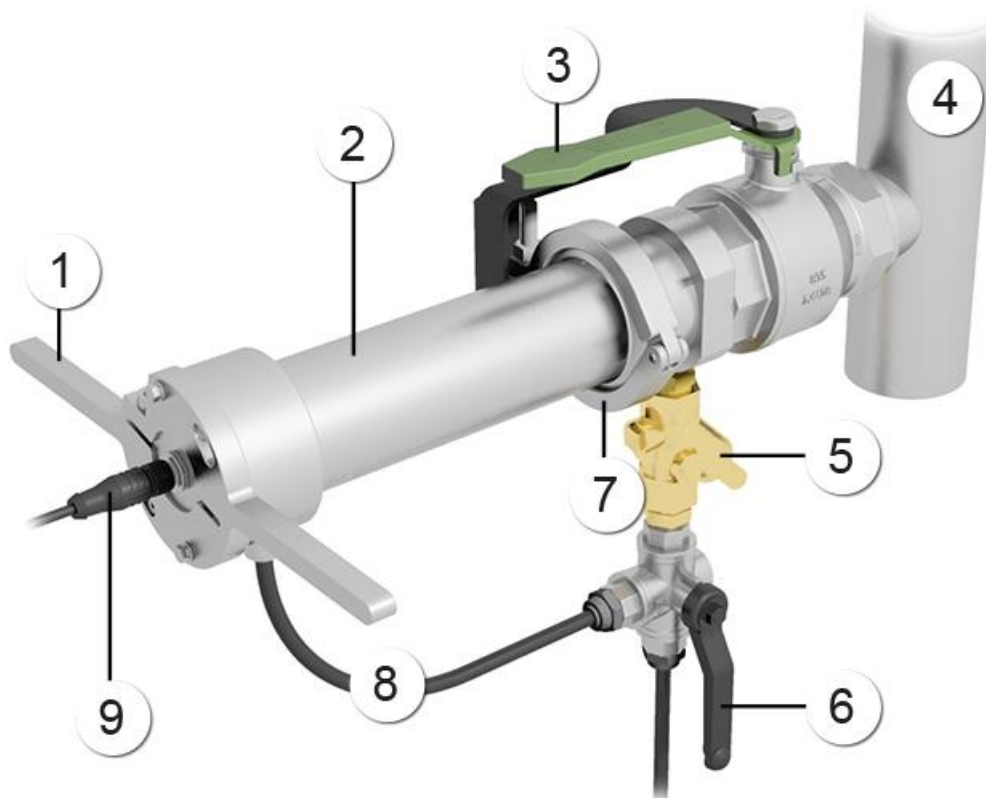

Figure 34: vue d'ensemble d'un point de mesure avec armature échangeable
1.	S'assurer que la poignée du robinet est dirigée vers le bas. (Figure 34, pos. 6).
3.	Tourner la poignée (Figure 34, pos. 1) dans le sens contraire aux aiguilles d'une montre jusqu'à la butée (flèche).
4.	<p>⚠ Danger de piston sortant. Personne ne doit se trouver en face de l'armature échangeable. Il y aurait un risque de blessures corporelles.</p> <p>Se mettre à la droite de l'armature et tourner le robinet d'inversion (Figure 34, pos. 6) vers la droite (flèche).</p>
6.	Fermer le robinet d'arrêt (Figure 34, pos. 3) (flèche).
7.	Retirer le flexible de liaison (Figure 34, pos. 8) du raccord sur le robinet. Le flexible peut être libéré en appuyant sur le manchon (flèche) du raccord.
8.	Libérer le Tri-Clamp (Figure 34, pos. 7) puis sortir le capteur (flèche).
11.	Fixer le Tri-Clamp (Figure 34, pos. 7) (flèche). i Le Tri-Clamp doit être aligné sur la plaque de positionnement (X).
12.	Enficher le flexible de liaison (Figure 34, pos. 8) sur le manchon (flèche).
13.	Tourner le levier du robinet d'inversion (Figure 34, pos. 6) vers le bas (flèche).
14.	Ouvrir le robinet d'arrêt (Figure 34, pos. 3) (flèche).
15.	Glisser l'AquaScat S dans la position de mesure par la poignée (Figure 34, pos. 1) jusqu'à la butée. Aligner les trous dans la poignée sur les vis (flèches).
16.	Tourner la poignée (Figure 34, pos. 1) dans le sens des aiguilles d'une montre jusqu'à la butée (flèche).